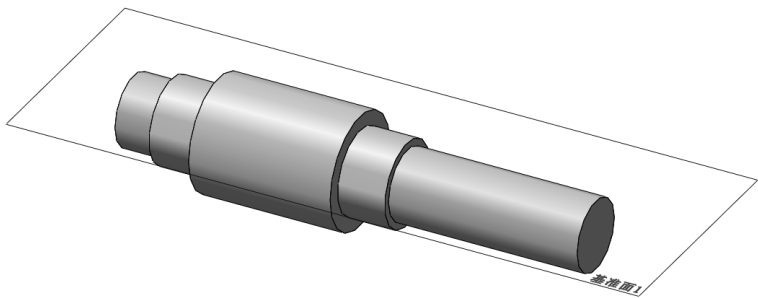

图 9-8 生成新建基准面 1
- [4] 单击【确定】按钮 , 生成新建基准面 1, 如图 9-8 所示。